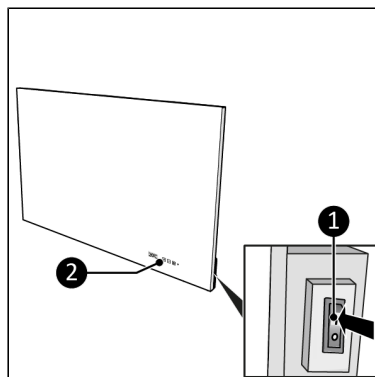

Figure 47.
1. Placez le commutateur ON/OFF en position ON (Figure 47, pos. 1).
2. Le panneau de commande et l'écran (Figure 47, pos. 2) s'allument.